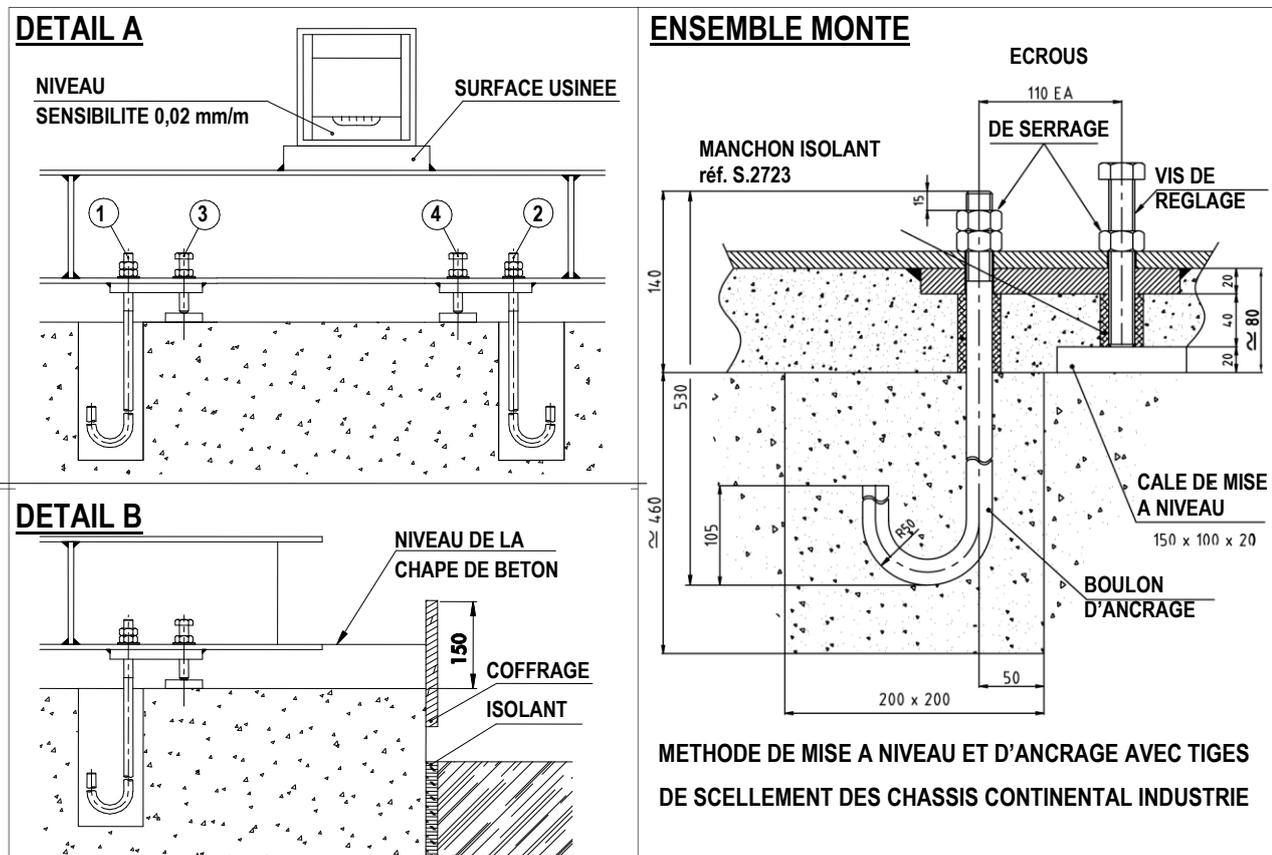

Fig. 2.4
2. Soulever le châssis d'environ un mètre au-dessus du massif. Monter les vis de réglage et les boulons d'ancrage comme indiqué sur le détail A de la Fig. 2.4. Vérifier que les dépassements indiqués de 15 mm et de 50 mm sont bien respectés.
6. Vérifier la planéité du châssis au moyen d'un niveau à bulle avec règle rectifiée de précision 0,02 mm/m, ou alors, dans la mesure du possible, avec un émetteur laser. On effectuera ce contrôle dans le sens longitudinal et dans le sens transversal sur tous les plans usinés. La planéité à obtenir est de 0,02 mm/m. On effectue les réglages en positionnant le niveau à bulle sur le plan usiné comme indiqué sur l'ensemble monté de la Fig. 2.4 et en agissant sur les vis de réglage de niveau et des boulons d'ancrages.
8. Nettoyer la surface du massif et la préparer pour couler le ciment. Réaliser préalablement un coffrage comme indiqué sur le détail B de la Fig. 2.4. Dans le cas d'une installation à ciel ouvert, réaliser au préalable des drains adaptés pour l'eau de pluie en tenant compte de la forme du châssis. Couler du ciment à faible retrait jusqu'au niveau indiqué au détail B de la Fig. 2.6. L'emploi de vibrateurs mécaniques est proscrit, car il pourrait déséquilibrer la planéité obtenue.